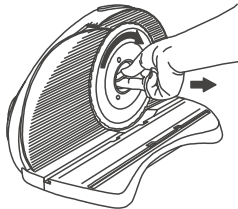

Fig. 5 - Abbildung 5
Alvorens het mes te verwijderen, de stekker uit het stopcontact halen en de aanslagplaat (3) in de “O” positie plaatsen. Draai de grendel in het midden van het mes naar rechts (ongeveer 90°) en verwijder het mes voorzichtig.(fig. 5).
Tournez le bouton de verrouillage qui se trouve au milieu de la lame vers la droite (environ 90°) et retirez la lame avec précaution (fig. 5).